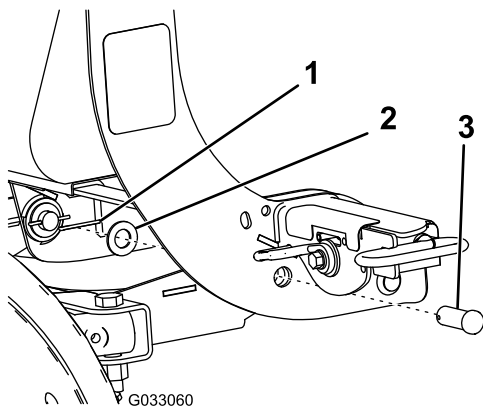

Figure 8
5. Placez les trous de pivot de la tour d'accouplement en face des trous de pivot sur le cadre de poussée, et fixez-les comme montré à la Figure 8.